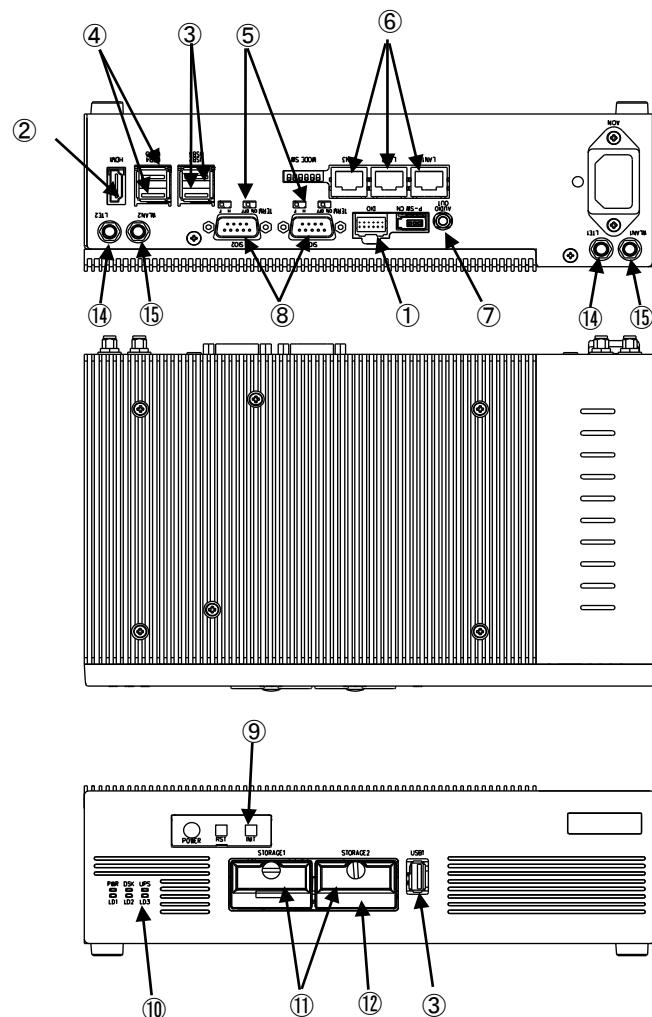

図 3-1-3. 外形図 (EC4A-100CA)
COM1	SI01 (図 3-1-3 ⑧) アプリケーションでシリアル通信に使用できます。 シリアルポート設定スイッチと組みシステム機能のシリアルコントロール機能を使用することで、RS-232C/422/485 を切替えることができます。
COM2	SI02 (図 3-1-3 ⑧) アプリケーションでシリアル通信に使用できます。 シリアルポート設定スイッチと組みシステム機能のシリアルコントロール機能を使用することで、RS-232C/422/485 を切替えることができます。
イーサネット	LAN1 (図 3-1-3 ⑥)：1000BASE Ethernet
イーサネット 2	LAN2 (図 3-1-3 ⑥)：1000BASE Ethernet
イーサネット 3	LAN3 (図 3-1-3 ⑥)：1000BASE Ethernet ※EC4A-010CT では使用できません。